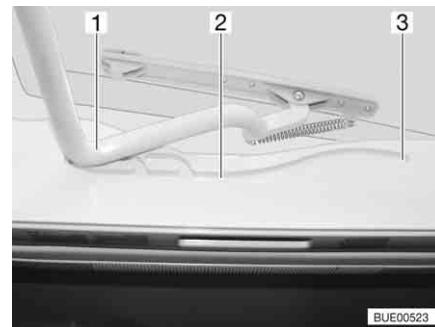

Fig. 68 Oblò Heki, guida
- Tirare la staffa (Fig. 68,1) nelle guide (Fig. 68,2) fino alla posizione più all'indietro (Fig. 68,3).
- Spingere la staffa (Fig. 68,1) leggermente verso l'alto con ambedue le mani.
- Tirare la staffa nelle guide (Fig. 68,2) fino alla posizione desiderata.